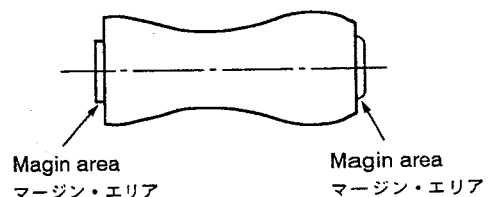

Fig. 5-4
- 2) Turn the P3 post (take-up side guide roller) clockwise using a wrench until the margin area on the envelope (take-up side) disappears, then turn the guide roller counterclockwise until the margin area reappears. (Refer to Fig. 5-4)
- 2) P3ポスト(出側ガイドローラー)を二股レンチにて右に回し、エンベロープの出側のマージン・エリア部が無くなるまで下げ、今度はガイドローラーを左に回し、マージン・エリア部が出るまで戻す。(Fig. 5-4参照)